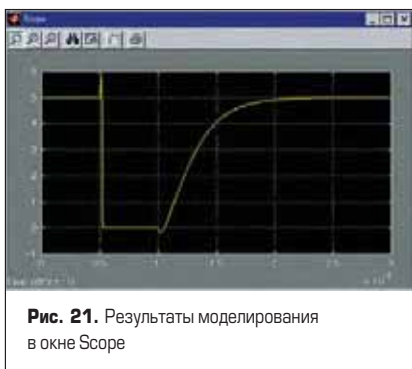

Рис. 21. Результаты моделирования в окне Scope
4. После окончания анализа для отображения сигнала дважды щелкнем по блоку **Scope** (рис. 21). При этом отобразится тот же са-